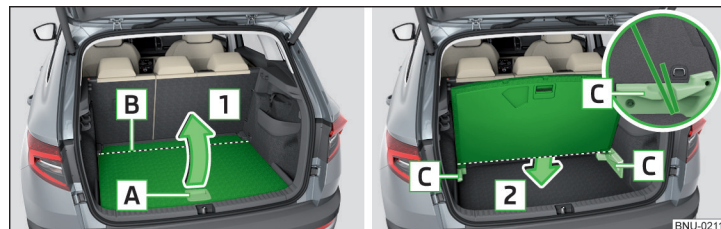

Fig. 156 Poziția de parcare a podelei variabile
- Ridicați podeaua variabilă de mânerul **A** în sensul săgeții **1**. Podeaua variabilă „se îndoaie“ în zona **B** » fig. 156.